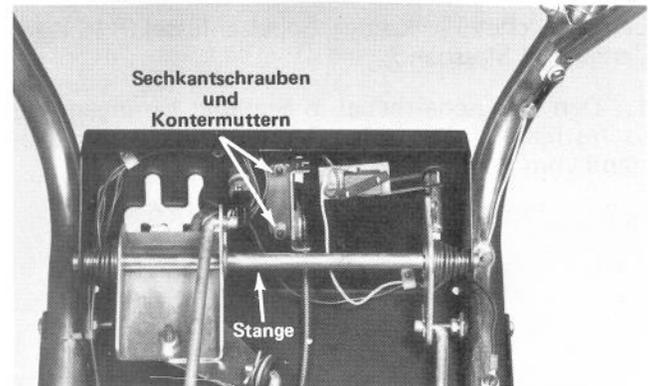

Abb. 4
2. Den Gashebel vor der Drehstange durch den Schlitz in der Bedienungskonsole schieben und dann die Gashebelplatte mit zwei Sechskantschrauben und Kontermuttern befestigen (Abb. 4).